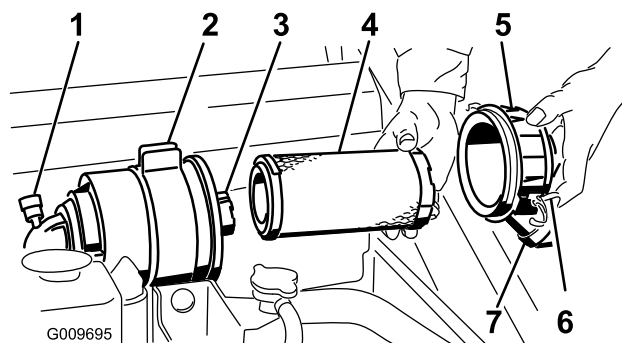

Figura 33
**Importante:** Effettuate la manutenzione del filtro dell'aria quando la spia diventa rossa (Figura 33). Sostituendo il filtro dell'aria prima del necessario aumenta il rischio che la morchia entri nel motore quando si toglie il filtro.
4. Rilasciare i dispositivi di fermo del filtro dell'aria e togliere il coperchio dal corpo del filtro (Figura 33).
1. Estraiete con cautela il filtro primario dal corpo del filtro dell'aria (Figura 33). Non urtate il filtro contro il corpo.
4. Se sostituite il filtro di sicurezza, fate scorrere delicatamente il nuovo filtro nel corpo del filtro (Figura 33).
5. Montate con cautela il filtro primario sul filtro di sicurezza (Figura 33). Verificate che sia inserito a fondo, premendo sul bordo esterno del filtro mentre lo si inserisce.
6. Montate il coperchio del filtro dell'aria con il lato contrassegnato UP (alto) rivolto in alto, quindi fissate i dispositivi di fermo (Figura 33).